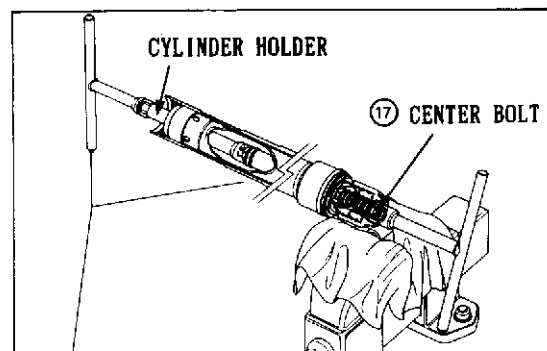

Fig. 5
- 9) Bloccare il cilindro con l'attrezzo speciale (Fig. 5).
- 9) Hold the cylinder with the special tool (Fig. 5).
- 9) Par l'outil spécia, serrer le cylindre (Fig. 5).
- 9) Den Zylinder mit Hilfe des Sonderwerkzeugs (Bild 5) klemmen.
- 9) Bloquee el cilindro con la herramienta especial (Fig. 5).